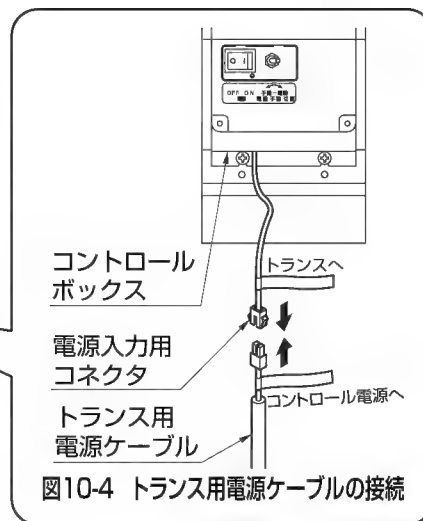

図10-4 トランス用電源ケーブルの接続
- ③ソーラー用電源ケーブルを膜付グロメットの切れ目から通し、トランス入力用コネクタに接続してください。(図10-4参照)
- ④ケーブルの接続が完了したら、電源ユニットに下キャップとコントロールカバーを取付けてください。